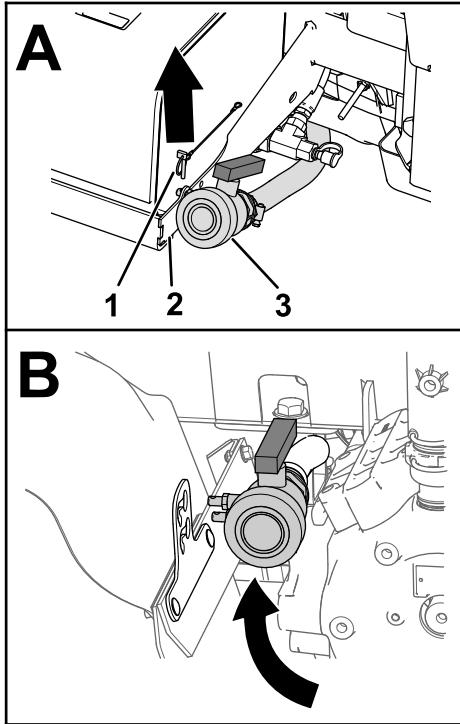

Bild 13
1. Entfernen Sie den Klappstecker, mit dem das Ablassventil an der Behälterhalterung befestigt ist (Bild 13).
2. Verschieben Sie das Ablassventil zwischen den linken hinteren Kotflügel und der Sprühpumpe (Bild 13).